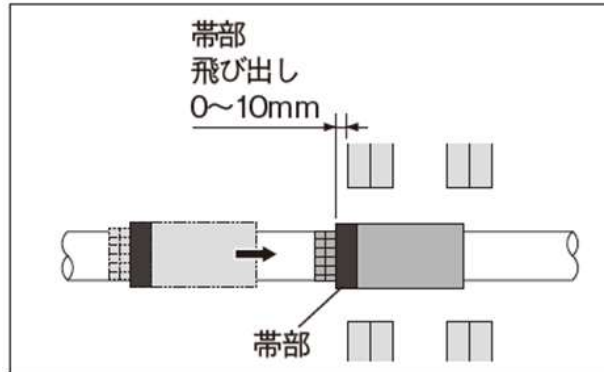

図 4-14 耐火プラグのスライド
- ・裏側フィルム先端を配管のマーキングまでスライドさせて下さい（図 4-14）。